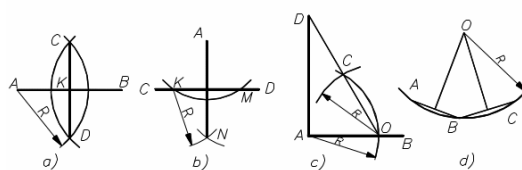

Рис.1. Простейшие геометрические построения
1. Построить перпендикуляр к прямой и разделить отрезок на две равные части (рис.1а).
3. Построить перпендикуляр в конце отрезка прямой (рис.1с).